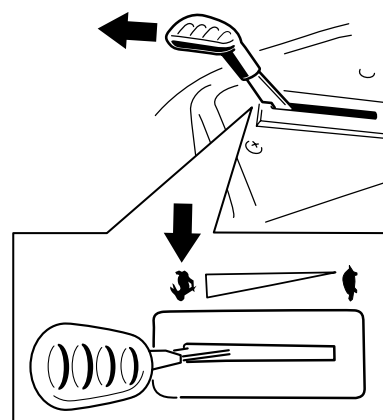

Figure 13
**Remarque:** Engagez toujours les lames en plaçant la commande d'accélérateur à la position HAUT RÉGIME (Figure 13).